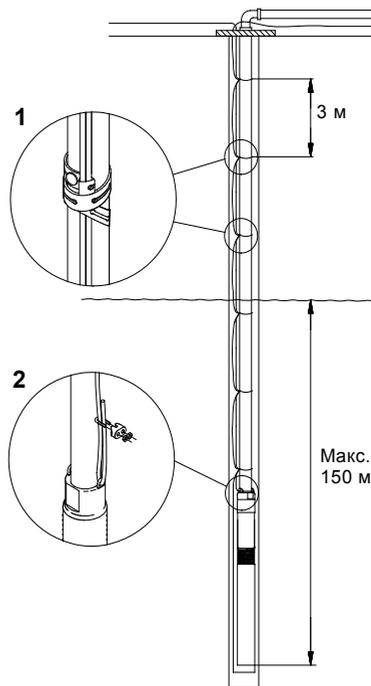

Рис. 10
На рис. 10 показана установка насоса с данными по:
Хомуты для зажима кабеля должны устанавливаться через каждые 3 метра, смотри рис. 10.
**Максимальная** глубина погружения относительно уровня воды: 150 м, смотри рис. 10.
Рекомендуется, страховать насос с помощью стального троса, смотри рис. 10, поз. 2.